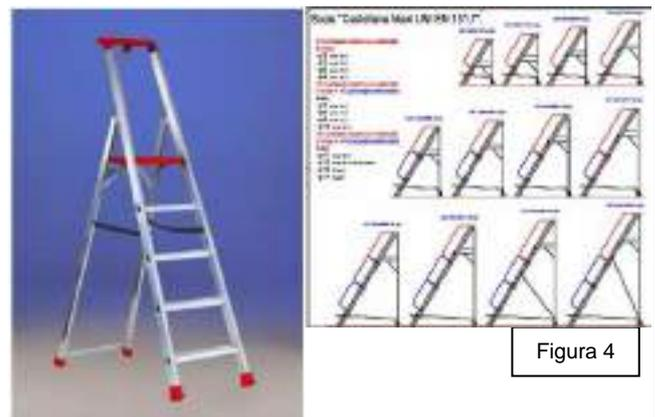

Figura 4
- Per le lavorazioni in quota è quindi consentito utilizzare trabattelli regolamentari (Foto 12) oppure scale a palchetto (Foto 13-14 e Figura 4).